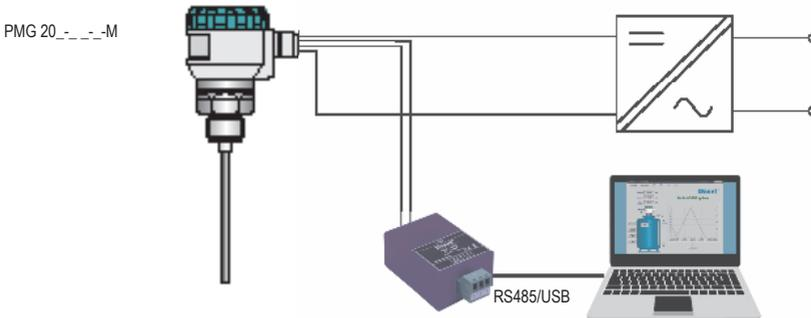

Abb. 29: Anschluss der Peripherie-Geräte mit Modbus-Protokoll
Eine universelle Kommunikationsschnittstelle für die Kommunikation der Peripherie-Geräte mit dem Füllstandsmesser. Die Datenkommunikation erfolgt über serielle Leitung im Standard RS-485 und mit dem Modbus RTU-Protokoll. Die Liste der jeweiligen Variablen ist einem separaten Anhang zu entnehmen. Zur Einstellung des Füllstandsmessers und Erfassung der gemessenen Daten kann die Software-Anwendung „Basic SCADA level“ verwendet werden, die auf der Webseite www.dinel.cz frei verfügbar ist. Der Anschluss zum Peripherie-Gerät kann über Konverter URC-485 erfolgen, siehe Abb. 29.
1. Erwärmen Sie die Verbindungsstelle der Elektrode und Elektrodenhalterung (siehe Abb. 29 und 30) mit einer Heißluftpistole auf ca. 120–150 °C (bzw. 220–250 °C bei Hochtemperaturversion) .